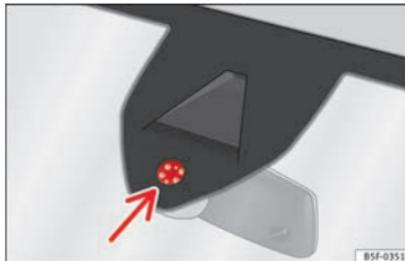

Abb. 148 Sensitive Fläche des Regensensors.
Mögliche Ursachen für Störungen und Fehlinterpretationen *im Bereich der sensitiven Fläche* **»** **Abb. 148** des Regensensors sind u. a.:
- Sensitive Fläche des Regensensors regelmäßig reinigen und Wischerblätter auf Beschädigungen prüfen » Abb. 148 (Pfeil).